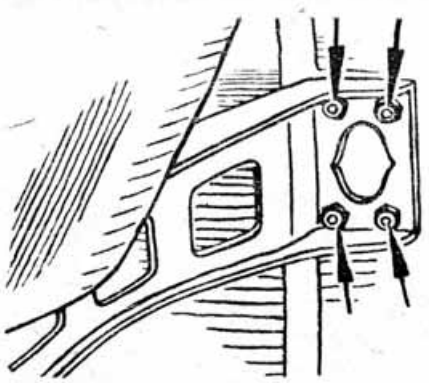

Рис. 7. Болты крепления подвесок.
11. Подтяните восемь болтов крепления подкосов, по четыре с каждой стороны (рис. 7).